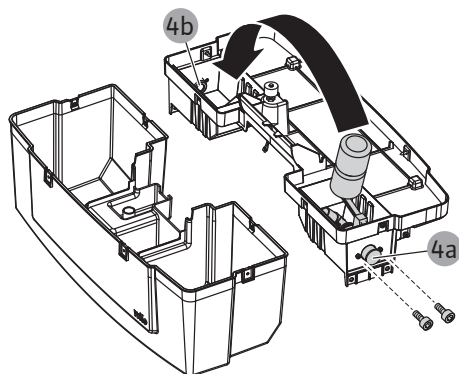

Fig. 17: Rimuovere la copertura del serbatoio di prima raccolta e allentare le viti per il fissaggio della valvola di reintegro
6. Rimuovere le viti sul supporto della valvola di reintegro (Fig. 17).